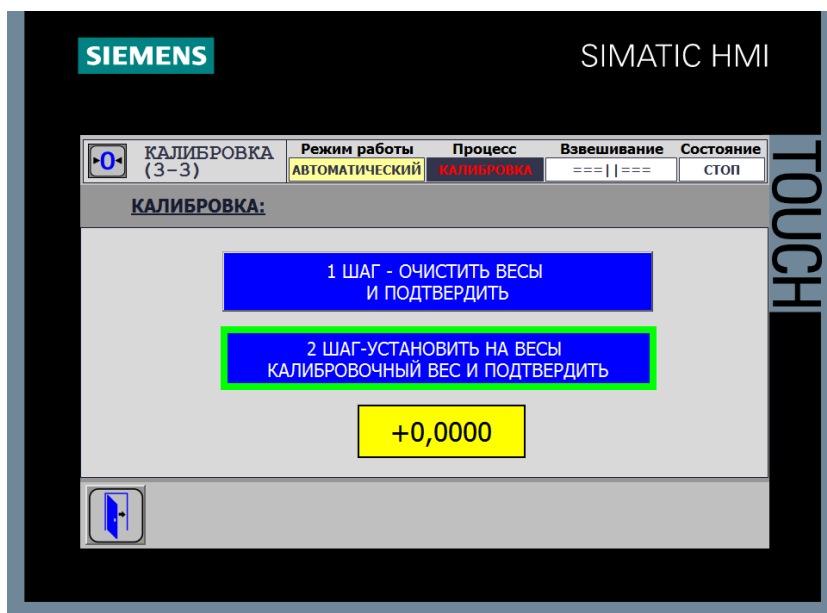

Рис.47
2. Установить калибровочный вес и нажать кнопку «2 ШАГ – УСТАНОВИТЬ НА ВЕСЫ КАЛИБРОВОЧНЫЙ ВЕС И ПОДТВЕРДИТЬ» (рис.47).